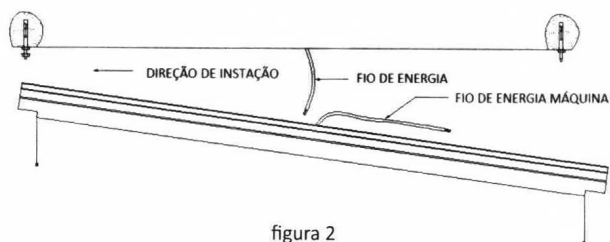

figura 2
5. Remova ambas as extremidades da tampa, segure com cuidado o modelo, como mostrado na figura 2. Ele será inserido em uma das extremidade dos dois parafusos de expansão na junta. Em seguida, mantenha a outra extremidade do parafuso instalada no bloqueio. Aperte a primeira extremidade do parafuso.